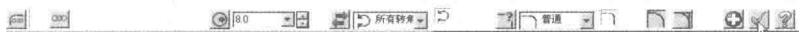
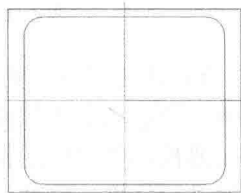

图 1-7 倒圆角动态工具条
图 1-8 完成倒圆角操作
3) 串连倒圆角。单击“草图”工具栏上的“串连倒圆角”按钮，捕捉需要倒圆角的矩形（86mm×73mm），设置圆角半径为 8mm，如图 1-7 所示，单击应用按钮，完成倒圆角操作，结果如图 1-8 所示。